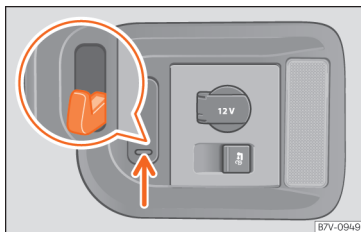

Abb. 150 Im Gepäckraum: Taschenhaken.
Im Gepäckraum rechts befinden sich herausklappbare Taschenhaken zum Aufhängen von Taschen »» Abb. 150.
- Unten auf den Taschenhaken drücken »» Abb. 150 (Pfeil) und herausklappen.